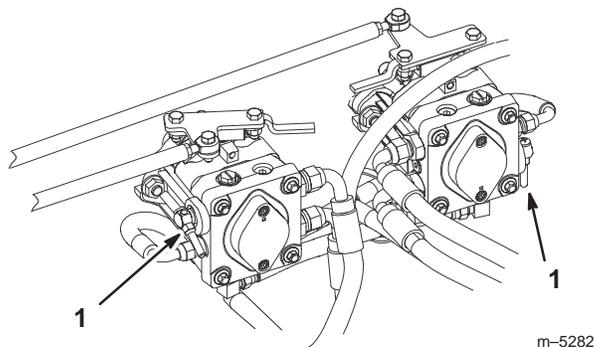

Figure 23
- Tournez les vannes de dérivation de 2 tours dans le sens horaire. Cela permet au liquide hydraulique de contourner la pompe et aux roues de tourner librement (Fig. 23).
- Tournez les vannes de dérivation dans le sens horaire jusqu'à ce qu'elles soient serrées. Ne serrez pas les vannes excessivement (Fig. 23).